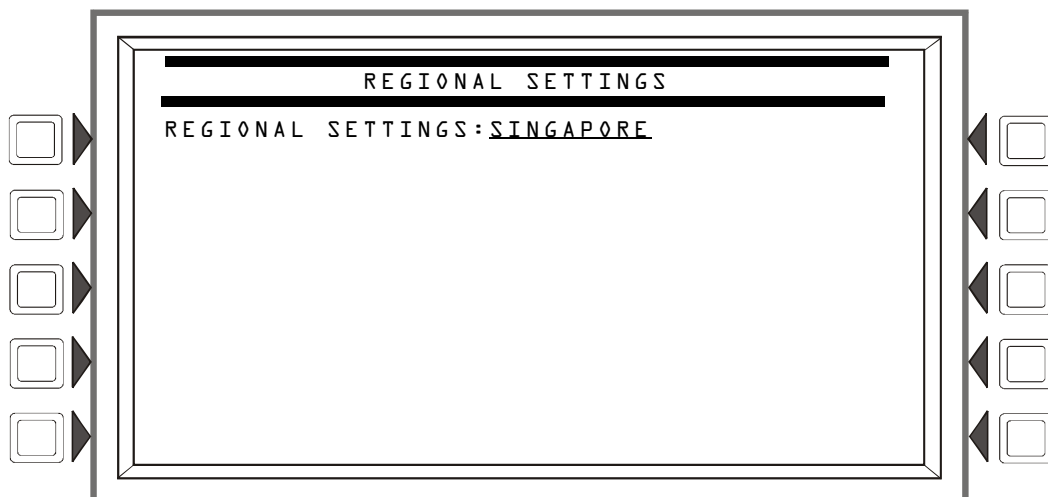

Figura I.1 Pantalla Configuración regional
Las opciones de CONFIGURACIÓN REGIONAL de programación del panel, disponibles a través de la pantalla Configuraciones del panel (2) (consulte la página 24) se describen a continuación. La pantalla CONFIGURACIÓN REGIONAL (consulte la Figura I.1) permite desplazarse por las opciones disponibles al presionar la tecla programable. Las opciones son CHICAGO, SINGAPORE (SINGAPUR), AUSTRALIA, CHINA o DEFAULT (PREDETERMINADO) (ninguna configuración regional en especial).